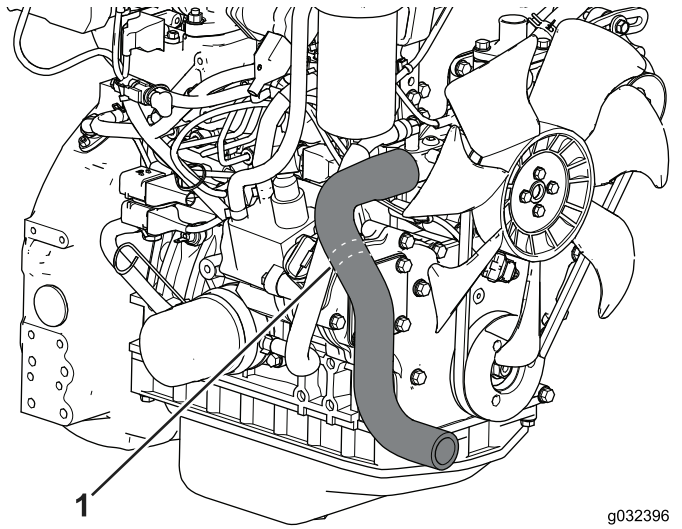

Figura 10
1. Localice la manguera del radiador (Figura 10).
2. Utilice una herramienta de corte para cortar la manguera del radiador en las líneas de corte (Figura 10).